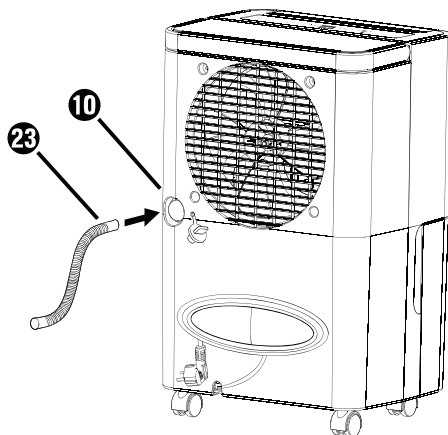

Fig. 4
- ◆ Retirez le bouchon ⑨ de l'orifice de sortie d'eau ⑩.
- ◆ Enfitez soit le flexible ②③ fourni soit l'adaptateur pour tuyau d'arrosage UE ②④ sur l'orifice de sortie d'eau ⑩ (voir les figures 4 et 5).